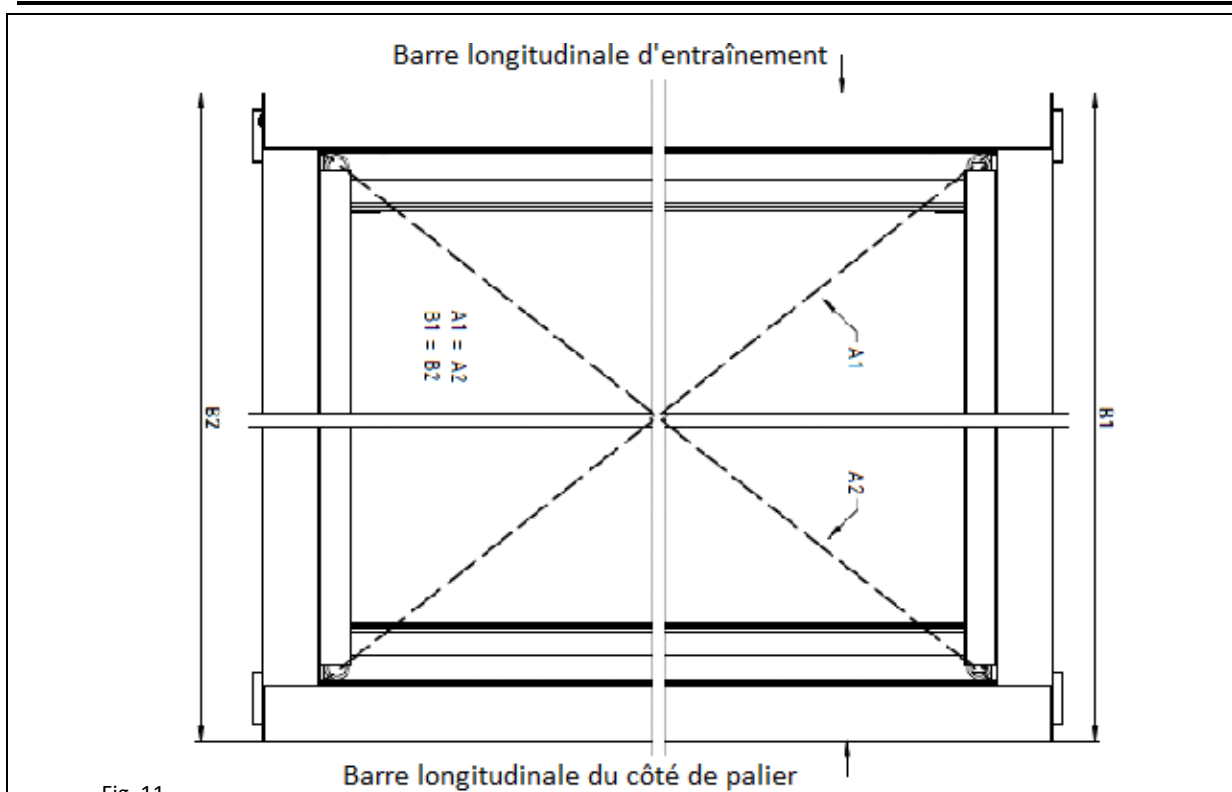

Fig. 11
8. Soutenir l'autre côté des traverses jusqu'à ce que la deuxième porte soit montée. Si les traverses ne peuvent pas être glissées librement, desserrer les boulons de la poutre longitudinale (10).
9. Sur les traverses (11 et 12), glisser de l'autre côté la porte précédemment vissée (voir point 2) composée des poteaux gauche (6) et droit (2) et de la poutre porteuse longitudinale (8) comme indiqué sur la Fig. 10. Après le glissement, visser l'ensemble à l'aide des vis ISO 4762 M8x170 (13). Après avoir assemblé la structure, insérer le manchon de drainage (16) scellé au silicone dans les trous de drainage de la gouttière (détail - fig. 11). Il est possible de boucher un trou de drainage sélectionné dans chaque gouttière à l'aide des bouchons de drainage fournis (fixer au silicone).
10. Une fois la structure entièrement assemblée, mesurez les diagonales, les distances et vérifiez le bon nivellement (horizontal et vertical) - Figure 11.